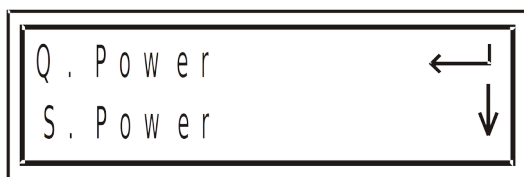

Рис. 28
1. Находясь в меню Power, выберите пункт Q. Power для отображения реактивной мощности (рис. 28):